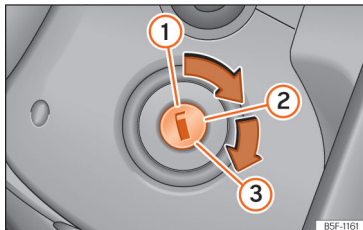

Abb. 132 Positionen des Zündschlüssels
Positionen des Schlüssels »» Abb. 132
- Drehen Sie den Zündschlüssel in Stellung »» **Abb. 132** . Dieselfahrzeuge werden vorgeglüht .
- Drehen Sie den Zündschlüssel weiter in die Stellung »» **Abb. 132**  ohne Gas zu geben.